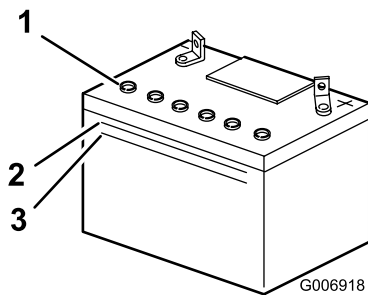

Figura 32
2. Guardate il fianco della batteria. L'elettrolito deve raggiungere la linea superiore (Figura 32).
Nota: non lasciate scendere l'elettrolito sotto la linea inferiore (Figura 32).
2. Togliete i tappi di riempimento (Figura 32).
3. Versate lentamente dell'acqua distillata in ogni elemento della batteria, finché non raggiunge la parte inferiore del tubo (Figura 32).